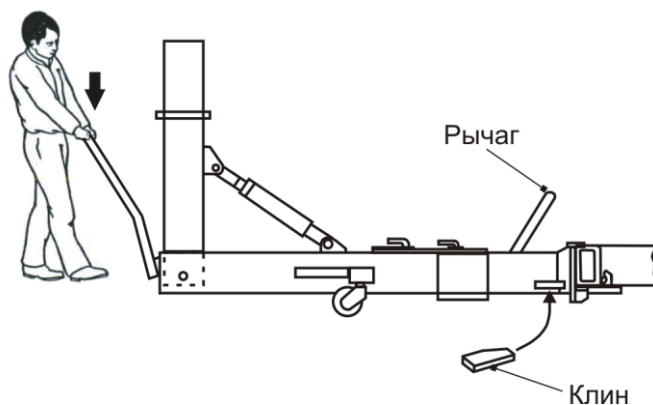

Рисунок 11
8.9 С помощью рычага, задвигая ригель, зафиксируйте силовое устройство по отношению к раме (Рисунок 11).
8.10 Окончательное соединение силового устройства к раме производится с помощью клина. Направление установки клина показано на верхней плоскости силового устройства (Рисунок 11).